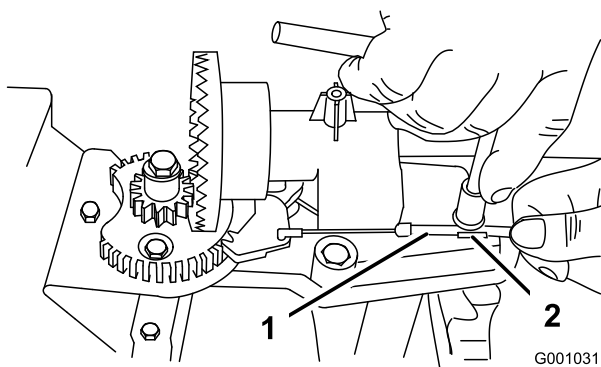
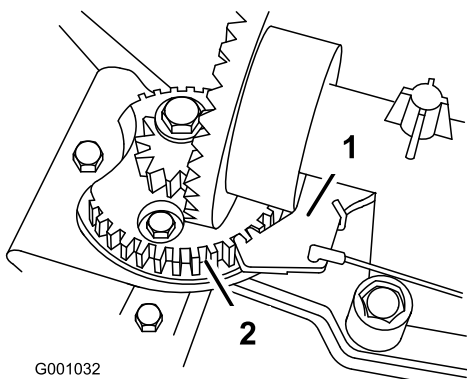

Bild 55
Bild 56
2. Lösen Sie die Schraube an der Kabelklemme (Bild 55).
3. Fassen Sie den Kabelstrang an und schieben Sie ihn zur Vorderseite der Maschine, bis der Auswurfkanalriegel ganz in die Zahnräder greift (Bild 55 und Bild 56).
Hinweis: Der Riegel ist gefedert und ist so konstruiert, dass er in die Zahnräder greift (Bild 56).